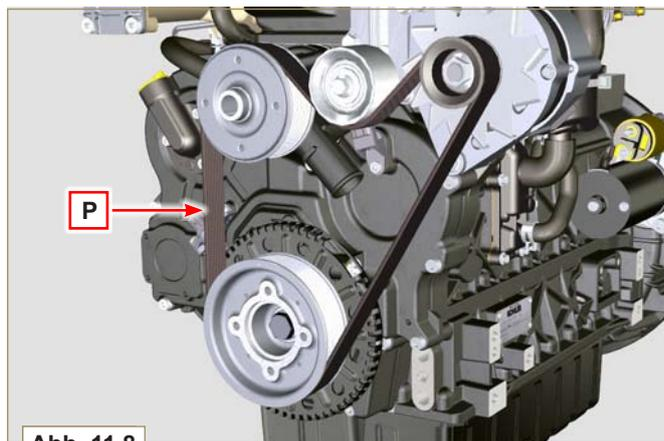

Abb. 11.8
- 8 - Im Punkt **P** (Abb. 11.8) die Riemenspannung überprüfen.